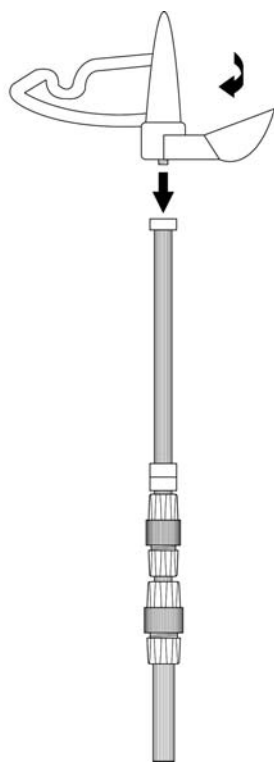

FIGURA 2
2. Ponga la Parte Superior del Mástil sobre la Extensión del Mástil como mostrado (FIGURA 2) y gire en la dirección de las manecillas del reloj hasta que esté apretado y seguro.